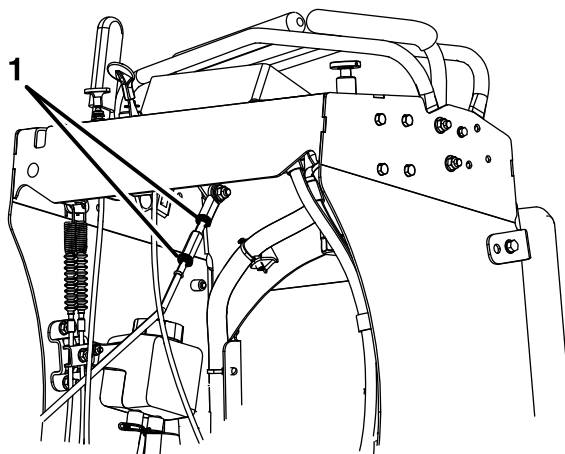

Bild 46
- Lassen Sie die Fahrtriebshebel in die Neutralstellung zurückkehren und lösen Sie die beiden Klemmmuttern am Sechskant-Einstellgestänge (**Bild 46**).
- Ziehen Sie die Klemmmuttern fest (**Bild 46**).